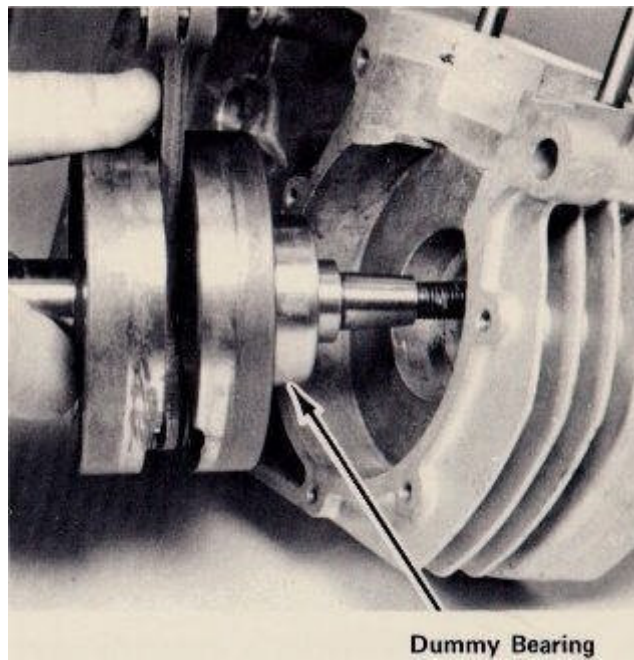

FIG. 84
7. Instale el cigüeñal en el cárter motor izquierdo, empujando todo el camino hacia adentro hasta que oiga el fondo teniendo ficticio en el jefe de montaje (Fig. 84).